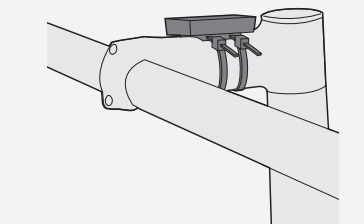

Figure 17. Base sur la potence.
2. Positionnez la base du compteur sur la potence avec l'orifice de vis orienté vers l'arrière du vélo (Figure 17).